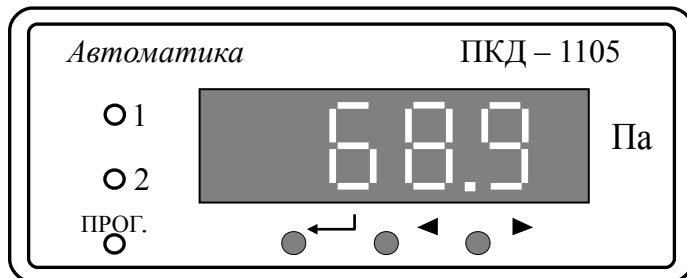

Рисунок 1 - Внешний вид передней панели
5.1.5 На передней панели (смотри Рисунок 1) расположены следующие элементы: